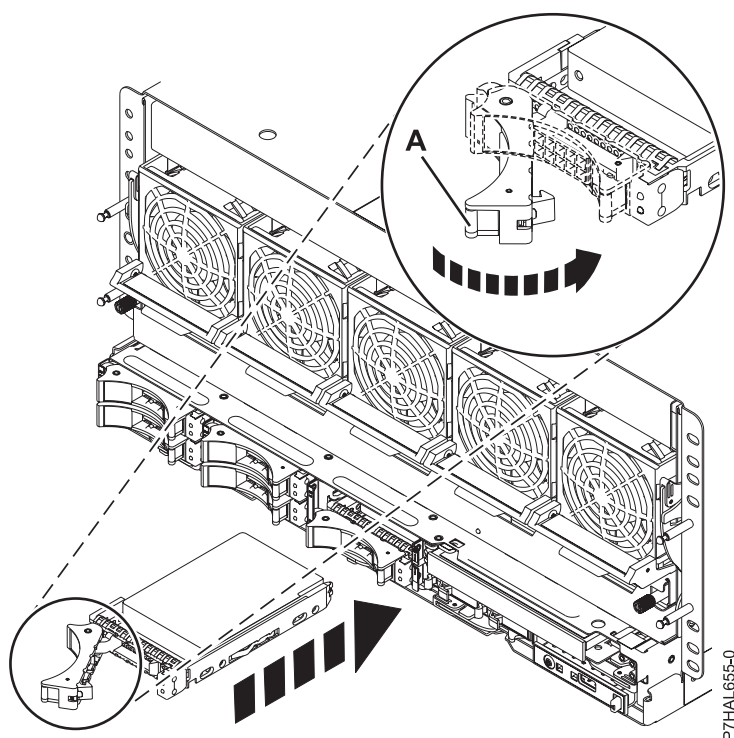

Figura 6. Instalación de la unidad en el sistema
7. Cuando el LED de identificación parpadee, deslice la unidad hasta el fondo del sistema o de una unidad de expansión y empuje hacia adentro el asa de la unidad (A) hasta que quede encajada. Consulte la Figura 6 que muestra la instalación de una unidad en el sistema.